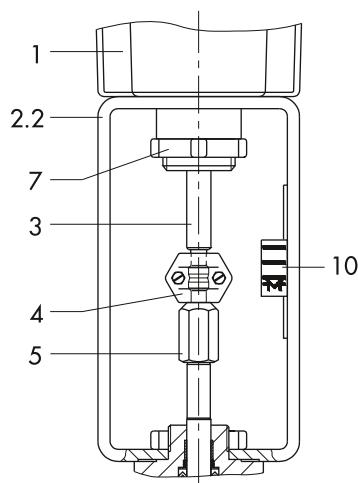

Fig. 16 : Montage sur type 3214
- ⇒ cf. Fig. 16.
1. Rentrer la tige de servomoteur (3) (cf. chap. 8.1.1).